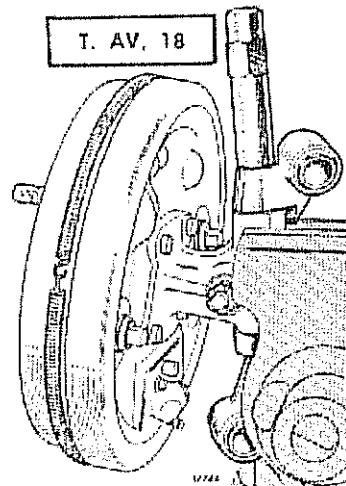
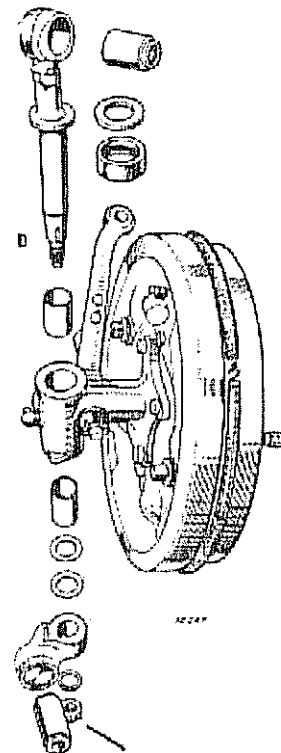

Fig. 271
Fig. 272
1) Colocar el conjunto "plato-campana de freno-punta de eje y soporte" sobre una morza, quitar la tuerca del soporte de punta de eje y quitar este último empleando la herramienta especial, punzón T. AV. 18 (Fig. 271). La herramienta mencionada, se enrosca sobre el soporte de punta de eje y se golpea hasta despegar la parte inferior del soporte, luego se quita la herramienta T. AV. 18 y se retiran las piezas componentes que se muestran en el despiece (Fig. 272).